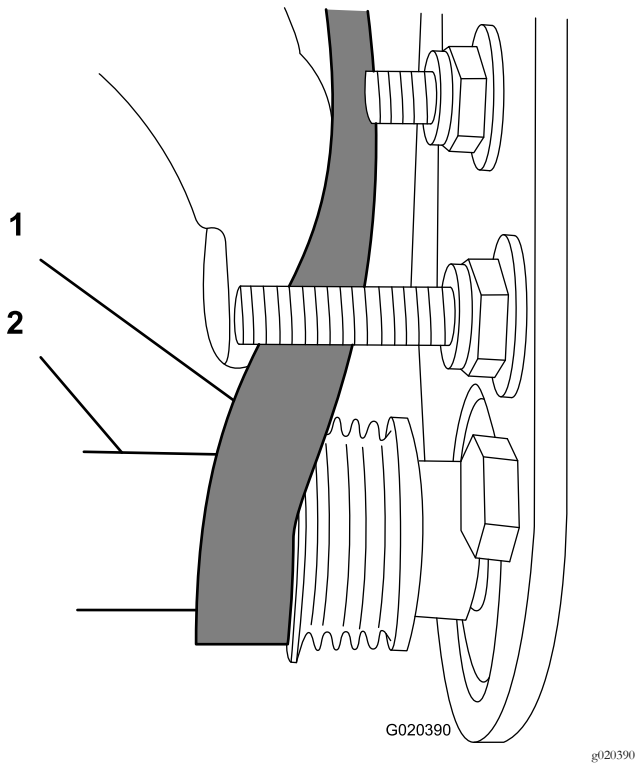

Figure 25
- C. Avec une clé à douille profonde de 9/16 pouce, tournez la brosse et guidez la courroie sur la poulie menée (Figure 25).